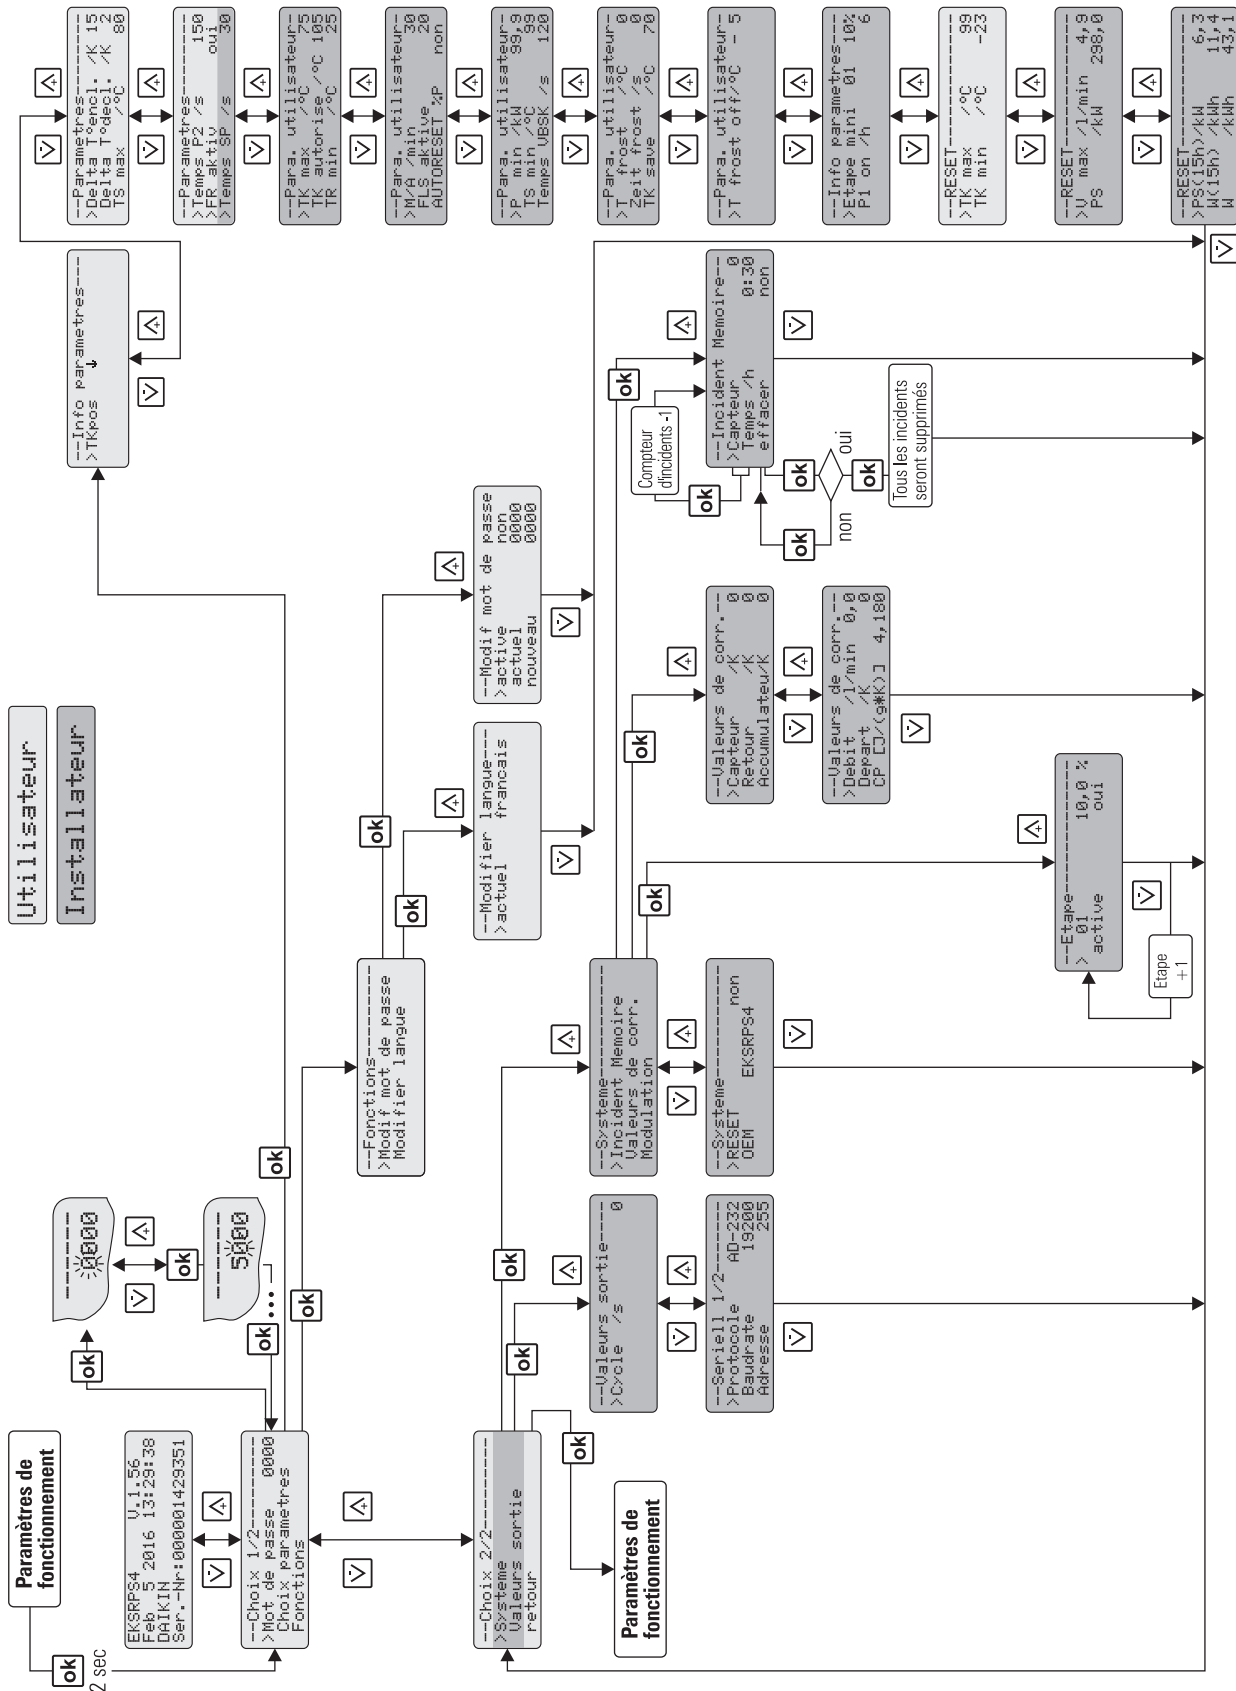

Fig. 6-7 Menu de paramétrage
On reconnaît au statut de la fonction de protection anti-gel [FR active] si celle-ci a été activée ou désactivée (fig. 6-7). Le chauffagiste peut activer ou désactiver manuellement cette fonction.
Dans le menu (fig. 6-7), le chemin de menu actif est affiché à la première ligne, un curseur (« > ») dans la colonne gauche pointe sur chemin de menu ou un paramètre placé dessous. A partir de ce point, vous pouvez naviguer dans chacune des arborescences de menu à l'aide des flèches vers le haut (Touche +) ou vers le bas (Touche -).
Une fois que le paramètre concerné a été modifié et que l'on est arrivé au bas de la liste des paramètres, l'on revient au menu de sélection [Choix 2/2] et de là dans l'écran de service (voir fig. 6-7). Le dispositif de réglage fonctionne immédiatement avec les valeurs modifiées des paramètres. Le dispositif de réglage retourne en mode d'affichage de fonctionnement lorsqu'il n'est pas utilisé pendant environ 10 min.
Le niveau réservé au professionnel du menu de réglage est protégé par un mot de passe à saisir au début du menu de réglage. Il est également possible de protéger l'accès de l'utilisateur. Le niveau utilisateur et le niveau spécialiste sont caractérisés par des couleurs différentes à la fig. 6-7.
Un mot de passe d'utilisateur est activé ou édité ou nouvellement indiqué en suivant le chemin de menu : [Choix 1/2] -> [Fonctions] -> [Modif mot de passe] (voir fig. 6-7):
Le mot de passe est saisi par le chemin de menu : [Choix 1/2] saisir dans [Erreur 0000]. Il libère tous les paramètres d'installation important pour le professionnel dans le menu de réglage (voir fig. 6-7).
Dans le menu de paramétrage, le chemin de menu suivant : [Choix 1/2] -> [Fonctions] -> [Modifier langue] sélectionner ultérieurement une autre langue (fig. 6-7).
Les paramètres sont réglés selon fig. 6-7. Tous les paramètres réglables sont représentés avec niveau d'accès, plage de réglage et paramétrage usine au tab. 6-5. En suivant le chemin de menu : [Choix 1/2] -> [Choix paramètres] -> [RESET] il est possible de définir les valeurs maximum et les valeurs de calcul (voir tab. 6-5). Vous pouvez directement la valeur maximale de votre choix à 0 à l'aide de la touche OK. La flèche vers le bas permet d'annuler cette action, le curseur retournant alors vers la gauche. La touche OK valide le choix. En appuyant plusieurs fois sur la touche fléchée, l'on accède au champ [Choix 2/2]. Confirmer [retour] permet de naviguer dans l'écran de service.
- En suivant le chemin de menu : [Choix 2/2] -> [Système] -> [Modulation] naviguer vers [Etape] (voir fig. 6-7).
- En suivant le chemin de menu : [Choix 2/2] -> [Système] -> [Valeurs de corr.] sélectionner le paramètre de correction (voir fig. 6-7) et modifier les valeurs en conséquence tab. 6-4.
Ce contact commande un dispositif externe de production de chaleur, de façon à ce que l'accumulateur ne soit pas chauffé par le dispositif externe si les conditions atmosphériques sont favorables. Pour cela, le câble de raccord proposé comme accessoire BSKK est nécessaire. Dès que l'installation solaire atteint une puissance instantanée réglable par le chauffagiste est atteinte (chemin de menu : [Choix 1/2] -> [Choix paramètres] -> [P min]) ou si l'accumulateur est chauffé à une température minimum réglable par le chauffagiste (paramètre de service [TS min] voir tab. 6-5), c'est via un contact que le brûleur est coupé du courant. Le réglage du paramètre pour le contact de verrouillage du brûleur est décrit à la fig. 6-7.